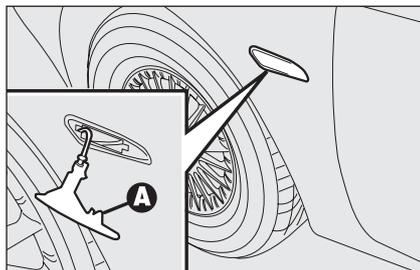

fig. 27
- spingere a mano il trasparente nel senso contrario alla direzione di marcia della vettura in modo da comprimere la molletta di fissaggio **A-fig. 27**. Liberare la parte anteriore ed estrarre il gruppo;
- inserire il portalampana **B** nel trasparente **C** quindi posizionare il gruppo verificando lo scatto della molletta di fissaggio **A-fig. 27**.